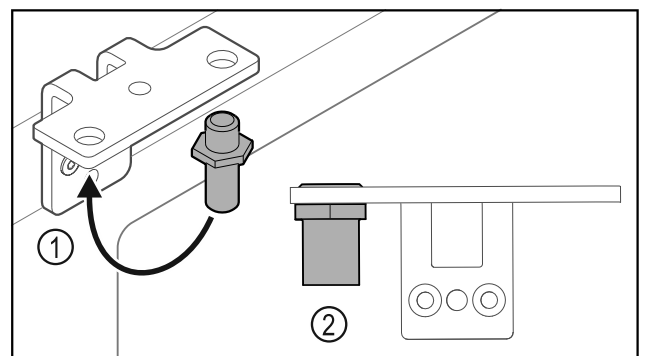

Fig. 13
- ▶ Bolzen Fig. 13 (1) im Scharnierwinkel umsetzen.
- ▶ Bolzen Fig. 13 (2) mit **Drehmoment von 12 Nm** anziehen.